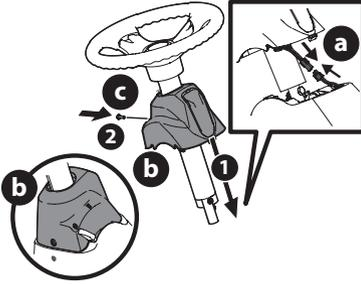

Figure 3
- Retirez la vis à tête cylindrique installée (c) à l'usine du couvercle de colonne situé sur la console de direction de la tondeuse à siège. Conservez la vis pour utilisation ultérieure (Figure 3).
- Branchez les cosses de câble du phare (a) (si présent). Glissez le couvercle (a) vers le bas sur la tondeuse à siège, puis tournez doucement le couvercle vers la droite pour le faire enclencher en place. Fixez le couvercle (a) en place avec la vis retirée (b) à l'étape précédente (Figure 3).